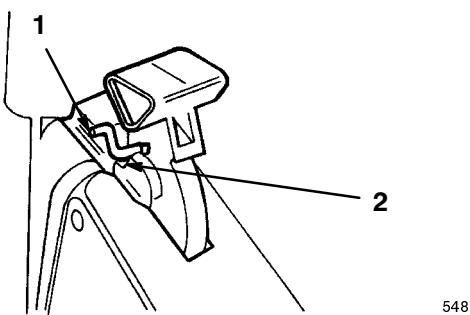

Figure 40
18. Ramener la poignée du volet vers l'arrière pour accrocher la tige de verrouillage de la poignée sur les crans du sac (Fig. 40).
Remarque : Pour plus de clarté, la protection n'est pas représentée à la Figure 40.